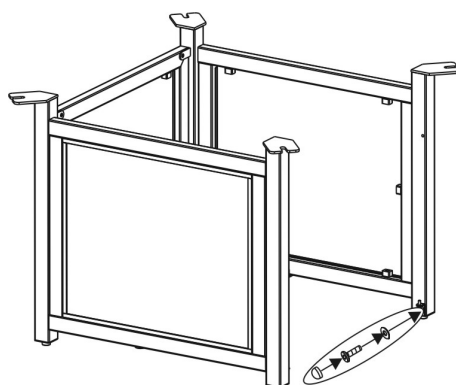

Figure 4
4. Fixez un connecteur au panneau latéral droit à l'aide d'un boulon 1/4 "x15 mm et d'une rondelle, comme illustré à la figure 4. Faites passer le boulon par le trou du connecteur, dans le trou pré-percé du panneau latéral droit. **Ne pas trop serrer.**